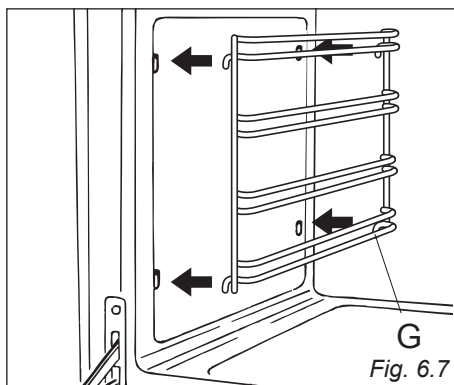

Fig. 6.7
- Agganciare i telai laterali ai fori delle pareti laterali dell'interno del forno (fig. 6.7).